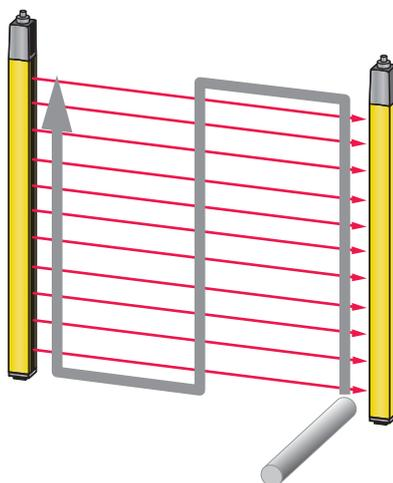

Figura 9.1: Comprobación del funcionamiento del campo de protección con varilla de control
↻ Durante el funcionamiento, interrumpa un haz luminoso activo con un cuerpo de prueba previsto para este propósito (ver figura 9.1). ¿Se para inmediatamente el movimiento peligroso?
- ↻ Interrumpa todos los haces de luz en distintas distancias del emisor y el receptor con la barra de comprobación de un punto fijo fuera de la zona de peligro (ver figura 9.1) y asegúrese de que la máquina no se inicia con el haz de luz interrumpido.